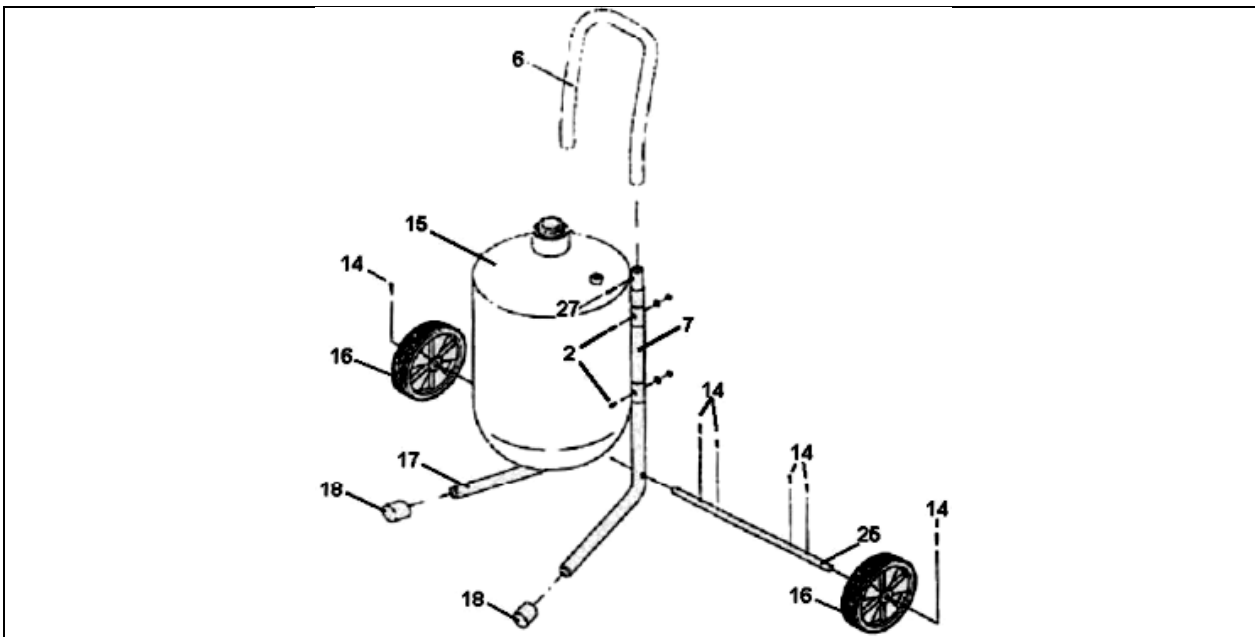

Рис. 2. Сборка ног, колеси рукоятки.
Смонтируйте левую ногу (7) и правую ногу (17) на резервуар (15) используя четыре винта и гайки как показано на Рис. 2. Основания ног должны быть развернуты наружу, отверстия в основании ног должны быть параллельными друг другу, чтобы вставить ось (25).